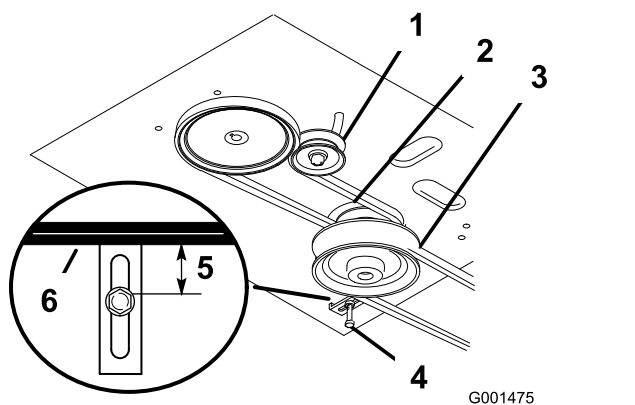

Figure 37
4. Enlevez la courroie du tablier de coupe (Figure 37).
fente et déposez la courroie de transmission du moteur et des poulies d'entraînement (Figure 37).
6. Installez la courroie d'entraînement neuve sur les poulies de moteur et d'entraînement (Figure 37).
7. Insérez la poulie de tension dans le bâti du moteur pour tendre la courroie de transmission (Figure 37).
8. Installez la courroie du tablier de coupe (Figure 37).
9. Vérifiez le bon réglage du guide-courroie sous le bâti du moteur (Figure 37).
13. Vérifiez le bon réglage du guide-courroie sous le bâti du moteur (Figure 37).